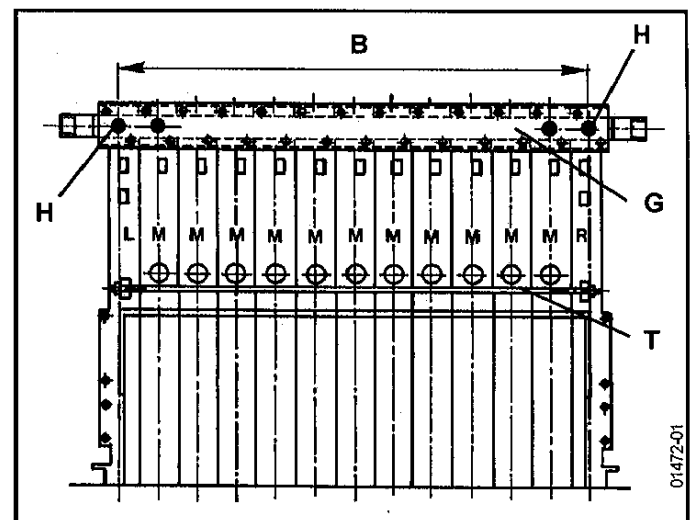

Fig. 13
Mettre en place les 3 tiges d'assemblage (T) et régler la côte d'écartement B à l'avant et à l'arrière (Tableau et Fig. 13).
ATTENTION à la tenue des tiges d'assemblage (T) puis, retirer les plaques de montage "A" du collecteur Départ et mettre en place la plaque de serrage (G) (Fig. 13).
Monter les doigts de gant des thermostats dans les piquages (H) de 1/2" situé dans l'élément d'extrémité (Fig. 13) du côté départ chauffage. Installer le robinet de vidange dans le piquage 3/4" du collecteur de Retour.